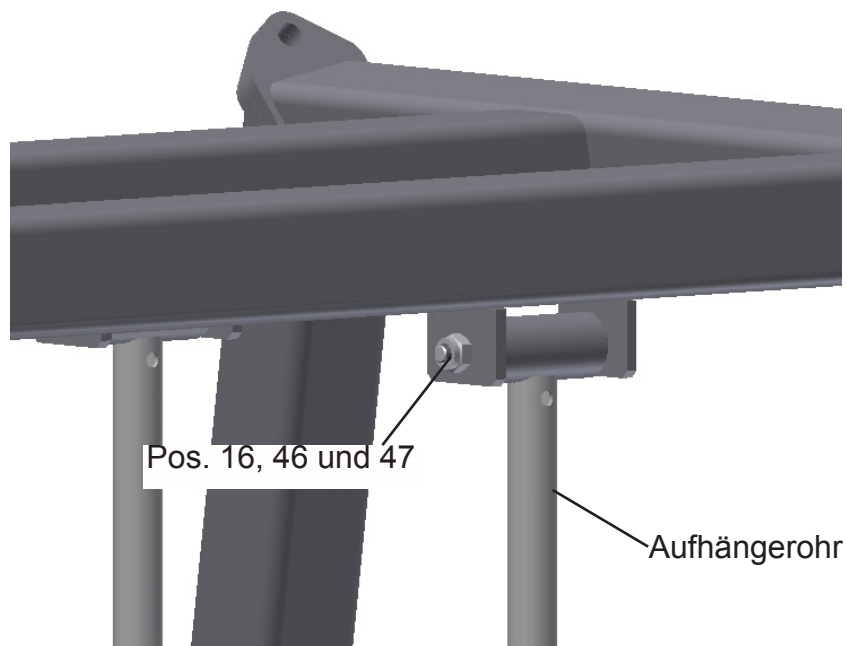

Bild 3-5: Befestigungspunkt Schaukeloberteil/Aufhängerohr
- Die 4 Aufhängestangen mittels der beiliegenden Befestigungselemente (Pos. 16, 46 und 47 in der Stückliste) am Schaukeloberteil befestigen; die selbstsichernden Muttern dabei nur soweit anziehen, dass die Aufhängestangen um die Lagerachse leichtgängig pendeln (Lager nicht verspannen!) Bild 3-5